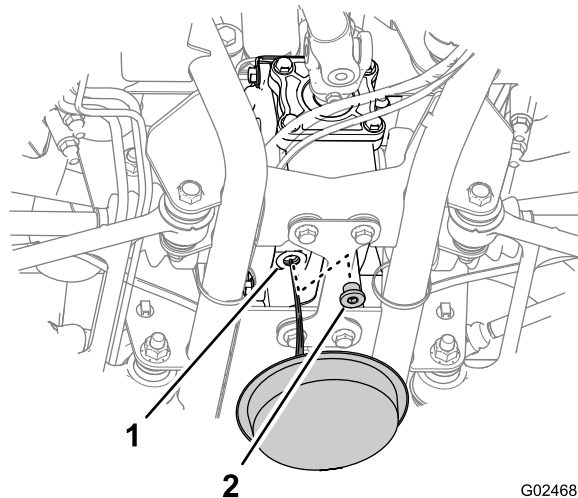

Figura 55
- Alinee un recipiente debajo del tapón de vaciado del diferencial (Figura 55).
- Instale el tapón de vaciado (Figura 55).